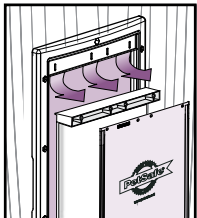
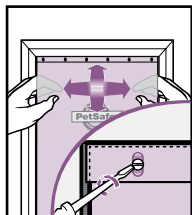

FIG. 15
FIG. 16
3. Si vous remplacez le battant isolé, retirez le battant isolé et son dispositif de serrage (**Fig. 15**). Retirez les vis, le battant isolé et la plaque d'appui de l'arrière du dispositif de serrage du battant. Insérez le nouveau battant entre la plaque d'appui de l'arrière du dispositif de serrage du battant. Remplacez et serrez les vis (**Fig. 16**).